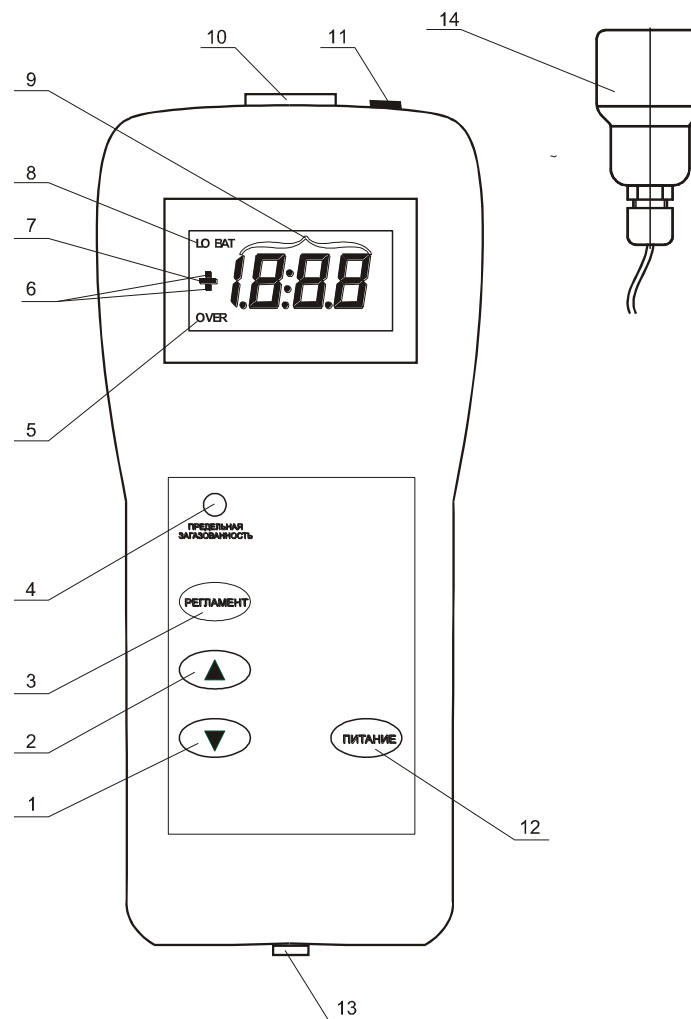

Рисунок 1 – Расположение органов управления, индикации и сигнализации
Расположение органов управления, индикации и сигнализации показано на рис. 1.
1.4.4.1 Кнопка "ПИТАНИЕ" (поз. 12, рис. 1) предназначена для включения или выключения питания сигнализатора (нажатие и удержание в течение 2-х сек.), а также для контроля уровня заряда аккумуляторной батареи (кратковременное нажатие).
1.4.4.2 Кнопка "РЕГЛАМЕНТ" (поз. 3, рис. 1) выполняет несколько функций и используется при регламентном обслуживании сигнализатора. С помощью этой кнопки сигнализатор можно перевести из режима "РАБОЧЕЕ СОСТОЯНИЕ" в один из режимов:
- 1) Штекер ЗУ включить в гнездо поз. 13, рис. 1.
- 2) Включить ЗУ в сеть. При этом включается мигающий символ **•** - признак включения ЗУ (поз. 6, рис. 1), сообщение "LO BAT" начинает мигать, а вместо концентрации газа появляются мигающие риски: